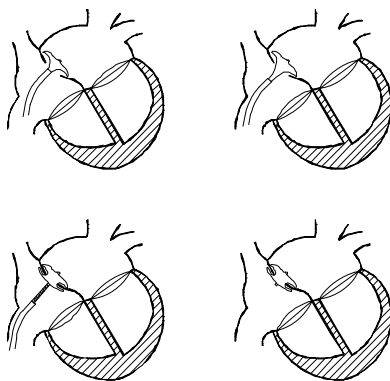

Рисунок 6 Иллюстрация имплантации окклюдера
- Под флюороскопическим и эхокардиографическим руководством развернуть диск левого предсердия и талию и осторожно потянуть устройство к межпредсердной перегородке, что можно почувствовать, а также наблюдать при ультразвуковой визуализации. Затем иммобилизовать доставляющий кабель, оттянуть систему интродьюсера и развернуть диск правого предсердия. Оттянуть системы интродьюсера примерно на 15 см. Мягкое движение вперед и назад с помощью доставляющего кабеля проверяет надежное положение через дефект межпредсердной перегородки, что также можно наблюдать с помощью ТТЭ или ТЭКГ (см. Рис. 6).